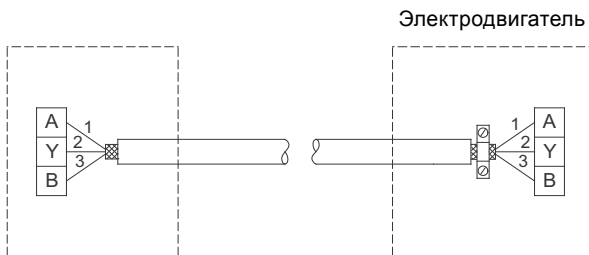

Рис. 12 Подключение 3-жильного экранированного кабеля
- Если устройство не имеет такого зажима, экранирующую оплётку оставляют неподсоединённой с этой стороны, как показано на рис. 12.